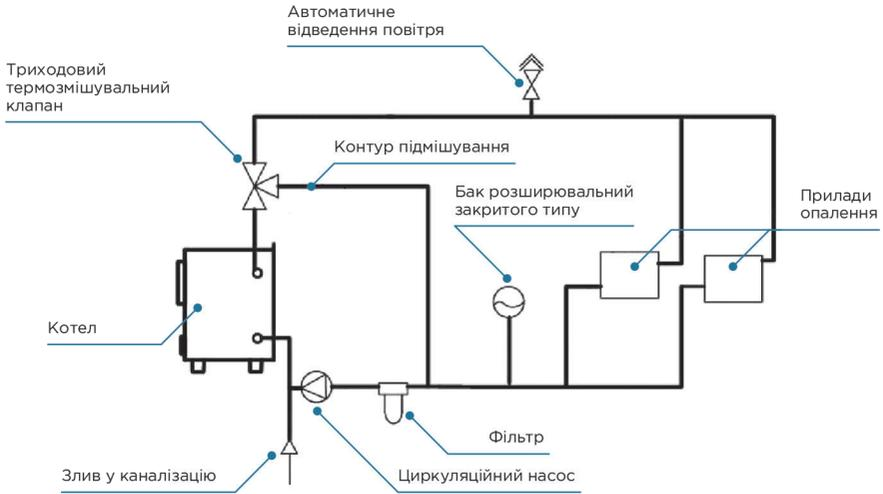

Рис.4. Схема закритої системи водяного опалення із застосуванням розширювального бака закритого типу
5.11. Бак мембранного типу встановлюється для закритої системи опалення. Обсяг розширювального бака розраховується при проектуванні системи опалення. У системі опалення закритої типу обов'язково необхідно передбачити установку у верхній точці автоматичного повітрявідводчика Рис. 4.